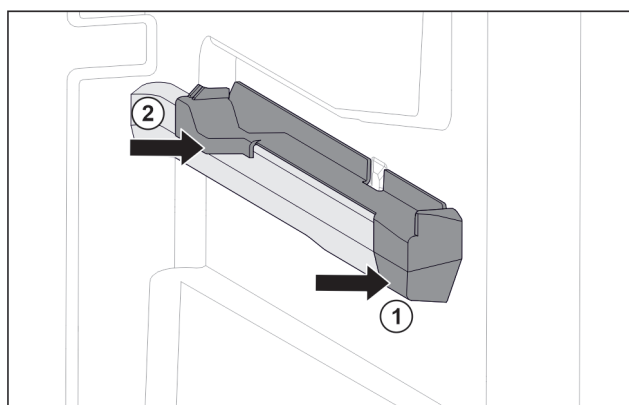

Fig. 85 Násuvný diel na pravom rebre nádoby
- ▶ Nasadte násuvný diel vpredu na rebro nádoby. Fig. 85 (1)
- ▶ Pritlačte násuvný diel vzadu. Fig. 85 (2)